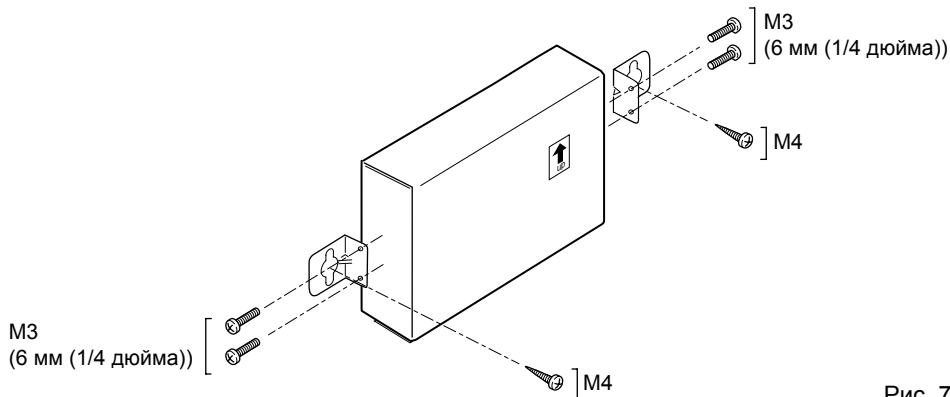

Рис. 7-3
2. Прикрепите к АНС ADAPTER две поставляемые Г-образные арматуры при помощи поставляемых винтов М3. (Рис. 7-3)
3. Надлежащим образом установите АНС ADAPTER при помощи винтов М4 (предоставляются заказчиком) в горизонтальном положении внутри металлического щита управления. (Рис. 7-3)